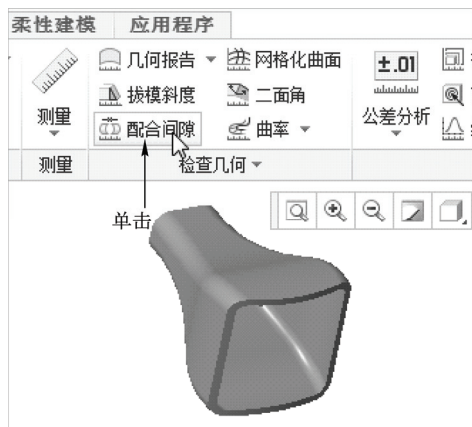

图 12-4 单击“配合间隙”按钮
STEP 02 在功能区选项板中切换至“分析”选项卡，单击“检查几何”面板中的“配合间隙”按钮，如图 12-4 所示。